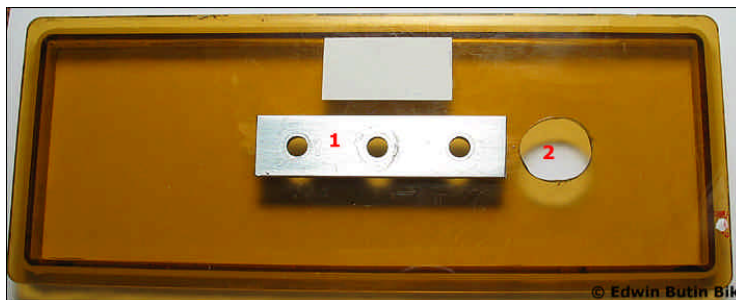

fig. 3.11.3
- Boor nu het derde (middelste, 6mm) gat in het deksel. Doe dit alleen als je vinnen wilt maken met drie (fig. 3.11.3) gaten. Als je de gaten nauwkeurig boort, zitten ze nu exact boven de mal wanneer je het deksel op het bakje zet.